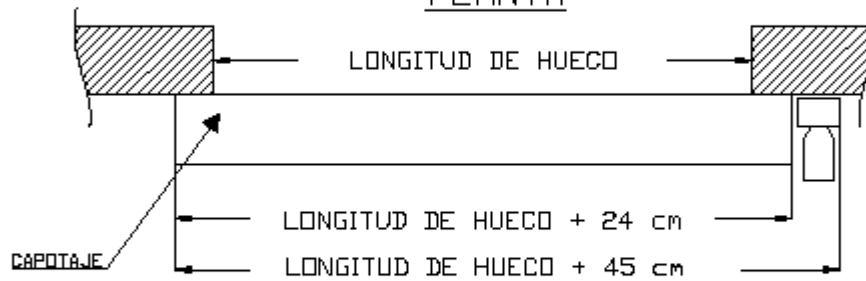

**Fig. 1**
- 1) Pulsaremos sobre el pulsador S1 de la placa del circuito receptor hasta que se encienda el led DL16 de la misma placa. (fig. 1).
- 3) Mientras el led DL16 del circuito receptor permanezca iluminado hay que presionar en el teclado del mando el número deseado para la apertura de la puerta, y una vez el led DL16 del circuito receptor empiece a parpadear, el receptor quedará configurado. (Fig. 1)